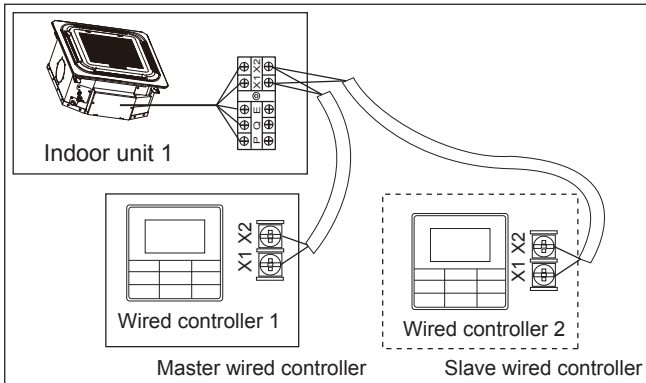

Imagen 6.7
- Use 1 mando a distancia por cable para controlar 1 unidad interior o 2 mandos a distancia por cable (uno maestro y uno esclavo) para controlar 1 unidad interior (consulte la Imagen 6.7);